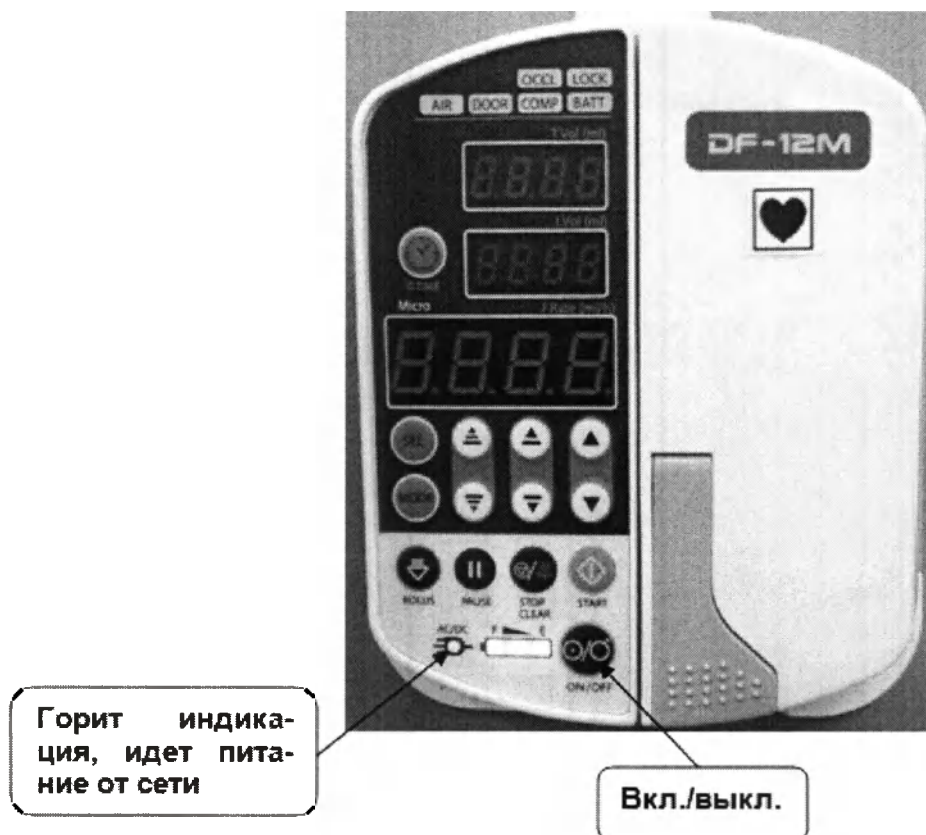

Рисунок 5. Включение насоса (помпы) инфузионного.
2.3.1.5 Включить насос (помпу) инфузионный путем нажатия и удержания несколько секунд кнопки  (загорится световой сигнал индикации, питания от сети) (рис. 5)